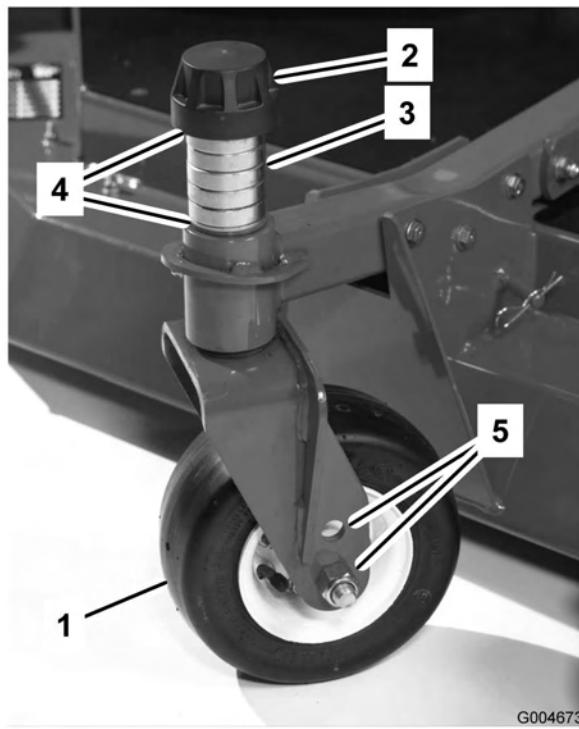

Figure 14
3. Enlevez le chapeau de tension de l'axe de pivot (Figure 14) et sortez l'axe du bras pivotant. Replacez les 2 cales (3 mm) sur l'axe de pivot comme à l'origine. Elles sont requises pour que les plateaux de coupe soient parfaitement de niveau sur toute la largeur. Placez le nombre requis d'entretoises de 13 mm (voir la table ci-dessous) sur l'axe de pivot pour obtenir la hauteur de coupe voulue, puis ajoutez la rondelle.